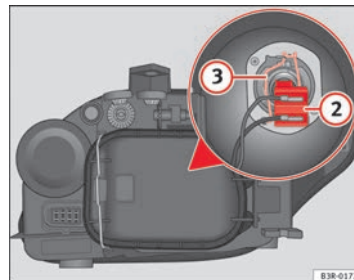

Abb. 198 Ablendlicht
- Ziehen Sie am Stecker  $\Rightarrow$  Abb. 198 ② und nehmen Sie diesen so von der Lampe ab.
- Nehmen Sie die Haltefeder  $\Rightarrow$  Abb. 198 ③ durch Eindrücken und Rechtsdrehung ab.